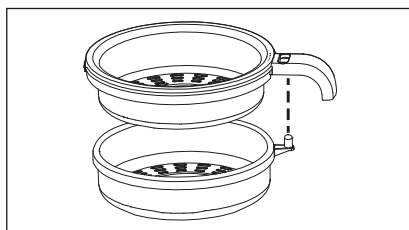

Fig. 1
- Non toccare direttamente il cono ❷/❸ rotante e non sostenere posate o altri oggetti a contatto con le parti in rotazione. Tenere indumenti e capelli lontani dalle parti in rotazione.
- ◆ Eventualmente svolgere il cavo di allacciamento dall'avvolgicavo ❷.
- ◆ Collocare la base ❶ su una superficie asciutta e piana.
- ◆ Assemblare il filtro ❹/❺. Unire le due parti in modo che il selettore ❻ sporga attraverso la corrispondente apertura della parte superiore ❹ (Fig. 1). Premere insieme le due parti fino ad innestarle.